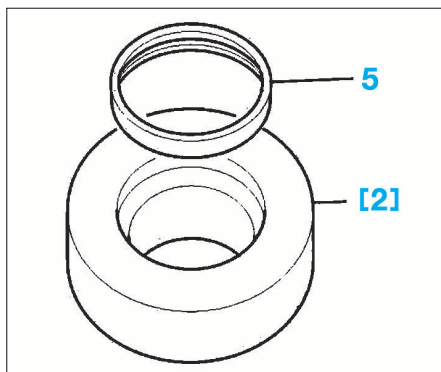

FIG. 7
- Déposer le jonc (4) de la butée.
- Retirer la bague plastique (5).
- Déposer la bague plastique (5) dans l'outil [2] (Fig.7).